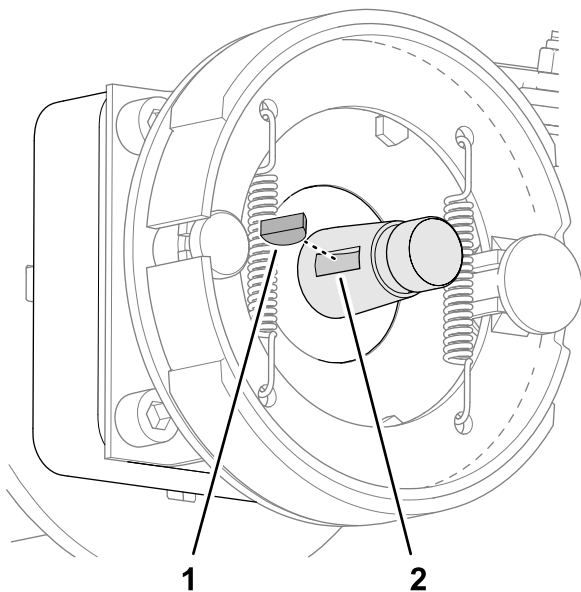

Рисунок 79
5. Снимите сегментную шпонку с вала мотор-колеса (Рисунок 79).